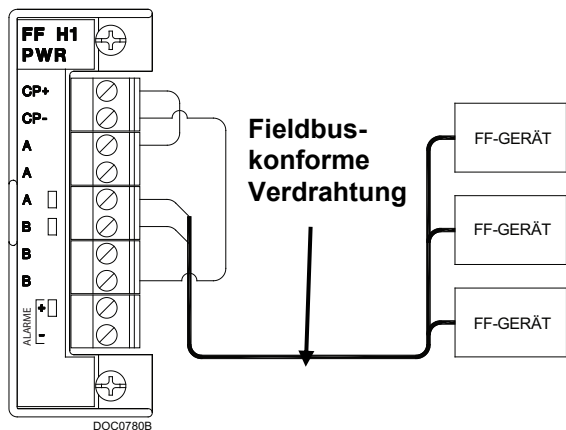
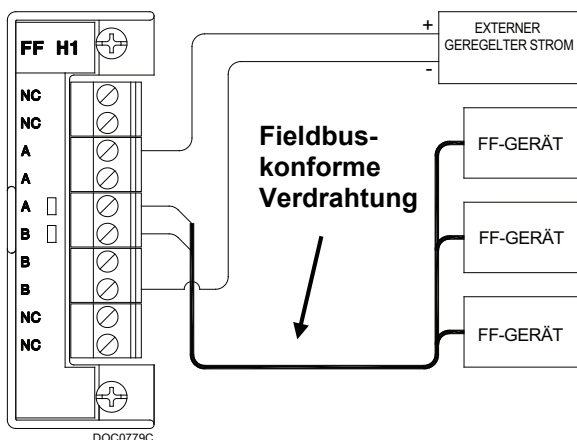

Abbildung 5. Feldverdrahtung für stromversorgtes H1-Modul
Abbildung 6. Feldverdrahtung für stromloses H1-Modul
3. Ziehen Sie die Schrauben an. Siehe *Abbildung 5* oder *Abbildung 6*.
Die FFI unterstützt bis zu vier von einer von zwei Arten von H1-Segmentmodulen. Stromversorgungsmodule (siehe *Abbildung 5*) stellen bis zu 125 mA an geregelter Leistung bereit.
Verwenden Sie stromlose H1-Module und eine für einen Fieldbus zugelassene, externe, geregelte Stromversorgung (Siehe Abbildung 6), wenn Sie unsicher in Bezug auf die Leistungsaufnahme oder die Anzahl von Fieldbus-Geräten sind.